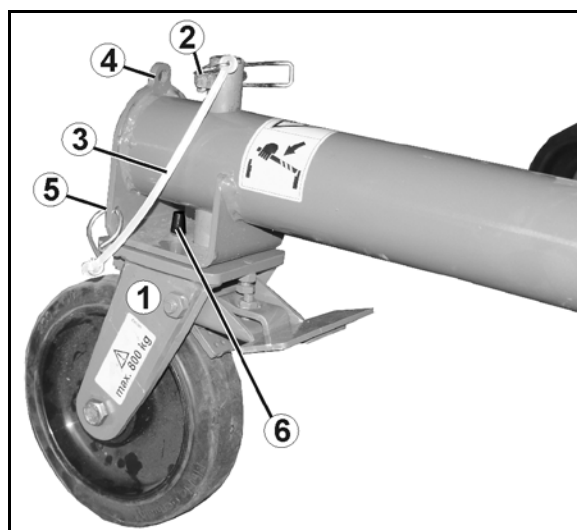

Fig.56
Hurtigkoblingssystemet (Fig. 56/1)
- bruk toppstagboltene (Fig. 56/2) i trepunktsopphenget, utstyr den med kulehylse og sikre med låsepinner.
- utstyr trekkstagboltene med kulehylser, skyv på distansehylser (Fig. 56/3) og sikre med låsepinner.